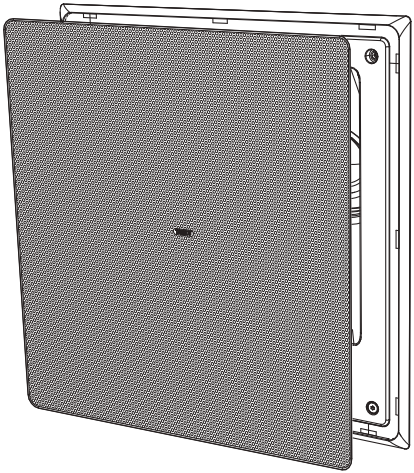

Fig. 21. Install the grille
- 1. Het rooster moet zorgvuldig worden gemonteerd door de randen van het rooster zorgvuldig uit te lijnen met de binnenranden van het schot en het frame (Fig. 21). Druk niet op het midden van het rooster om beschadiging door deuken te voorkomen; oefen gelijkmatige druk uit op elke hoek terwijl deze stevig op zijn plaats wordt gedrukt.